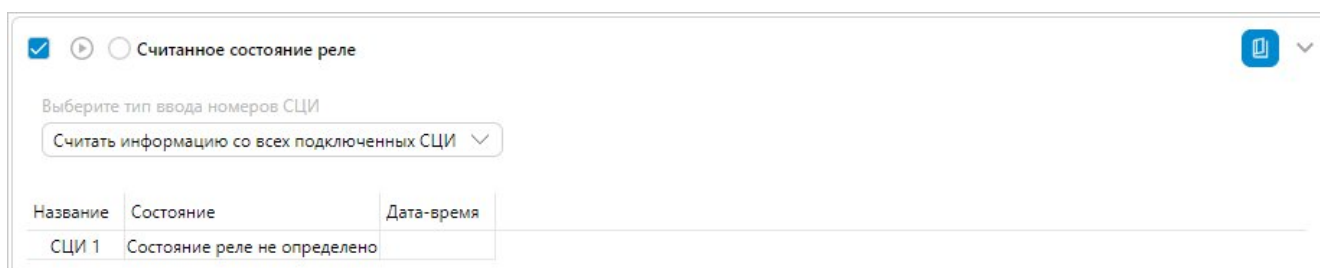

Рисунок 87 – Внешний вид страницы «Считанное состояние реле»
- «Считанное состояние реле» - предназначена для считывания текущего состояния реле выбранных приборов учета (Рисунок 87 – Внешний вид страницы «Считанное состояние реле»).